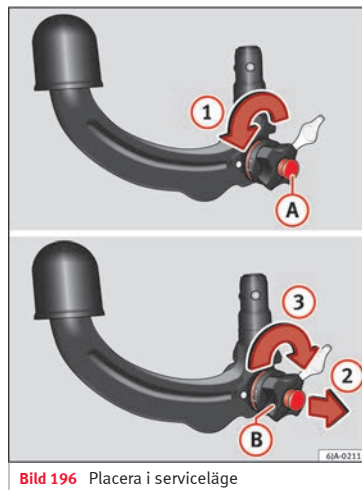

Bild 196 Placera i serviceläge
- Vrid nyckel **(A)** helt åt det håll som indikeras av pil **①** » **bild 196**.
- Dra manuella reglaget **(B)** utåt i pilens riktning **②** och vrid det helt åt det håll som indikeras av pil **③**.